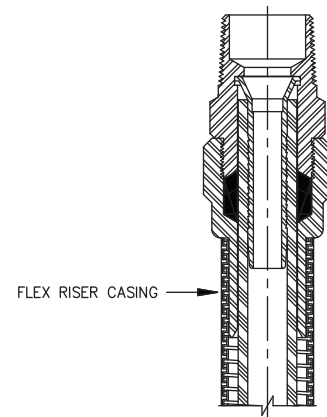

FIG. 5
9. TIGHTEN ADAPTER COUPLING UNTIL IT BOTTOMS AGAINST SHOULDER OF COMPRESSION NUT (FIG 5).